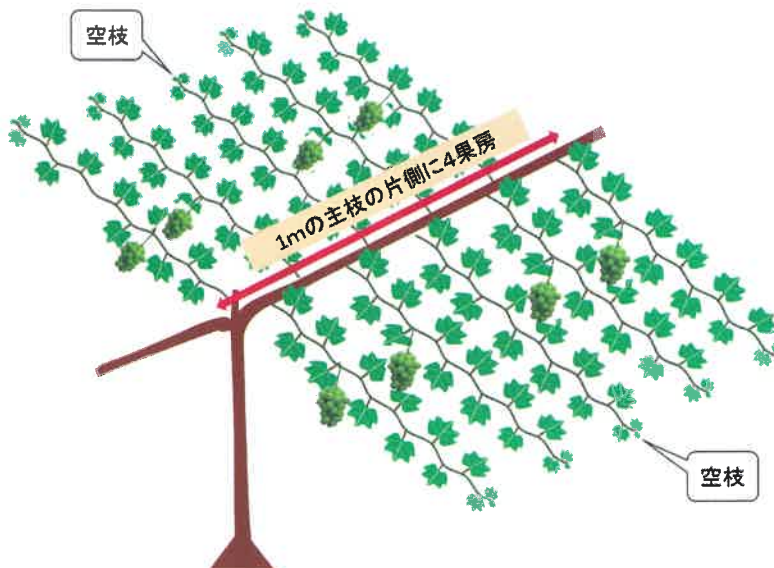

図15 摘房の方法
- 着房の基準は、主枝の片側1m当たり4房とし、摘房した新梢は空枝として残します(図15)。